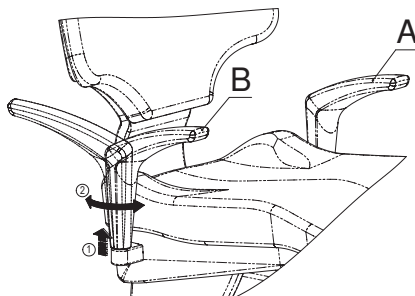

Fig. 22
Pour faire pivoter l'accoudoir optionnel (A), il doit être tiré vers le haut (maintenu dans son emplacement) jusqu'à ce que le mécanisme de rotation soit enclenché, permettant de le faire tourner jusqu'à ce qu'il atteigne la limite à laquelle il s'arrête. Pour remettre l'accoudoir à sa position initiale, il suffit de le tirer vers le haut et le tourner vers l'intérieur jusqu'à ce qu'il se verrouille automatiquement (Fig. 22).